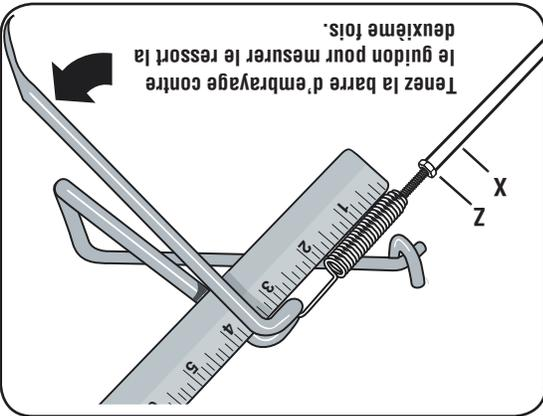

Figure 5-4: Pour vérifier la tension de la courroie de la
2. La barre d'embrayage de la marche avant étant relâchée, mesurez et notez la longueur totale du ressort du câble (A, Figure 5-4) entre les deux boudins extérieurs.
3. Pressez la barre d'embrayage de la marche avant contre le guidon (voir la Fig. 5-4) et mesurez à nouveau la longueur du ressort. La tension est correcte si la deuxième mesure est entre 1/16 et 3/16 po plus longue que la première mesure.
- b. Dévissez l'écrou à six pans (C, Figure 5-4) à mi-hauteur sur la vis de réglage (D).
- e. Répétez les paragraphes 2 et 3 pour mesurer à nouveau la longueur du ressort. Si la deuxième mesure est entre 1/16 et 3/16 po plus longue que la première, resserrer l'écrou à six pans (C) contre le haut du dispositif de réglage (B).